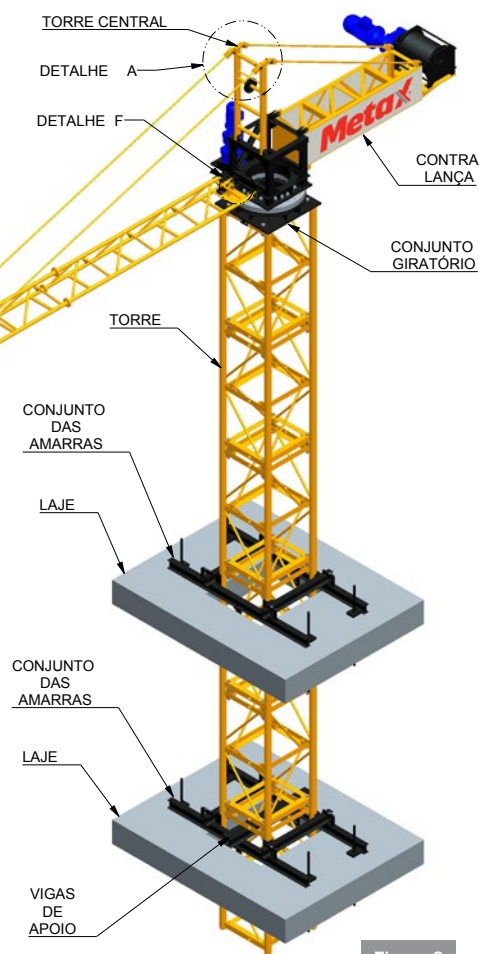

Figura 8
- Montar a Lança no Conjunto Giratório e os Tirantes Maiores na Torre Central com pinos e cupilha (Figura 8).